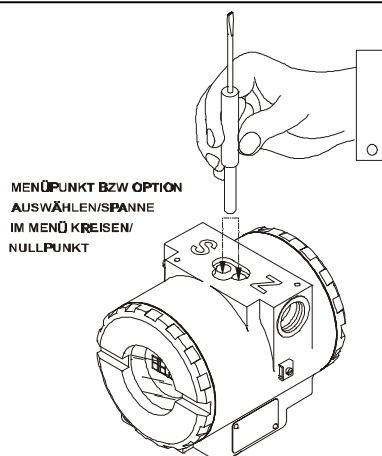

Abb. 4.2 – Bohrungen für lokale Einstellungen
Der Messumformer besitzt auf der Hauptplatine zwei Magnetschalter. Diese werden mit dem Magnetstift betätigt, der in zwei Löcher unter dem Typenschild eingeführt werden kann. (Siehe Abb. 4.2).
2 – Um den gewünschten Menüpunkt auszuwählen, kreisen Sie durch das Menü bis der gewünschte Menüpunkt erscheint und wechseln Sie dann den Magnetstift von **(Z)** nach **(S)**. Aus der Abbildung 4.2 kann die Menüstruktur und die Menüabfolge entnommen werden. Wechseln Sie nun in das (Z)-Loch, so kreisen Sie im Untermenü des ausgewählten Menüpunktes.